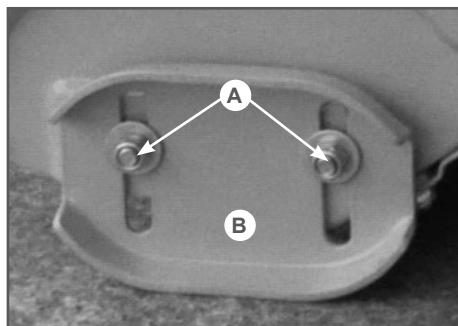

Рис. 27
2. Ослабьте гайки крепления полозка (A), Рис. 27) и установите полозок (B) на необходимую высоту. Снова затяните гайки.